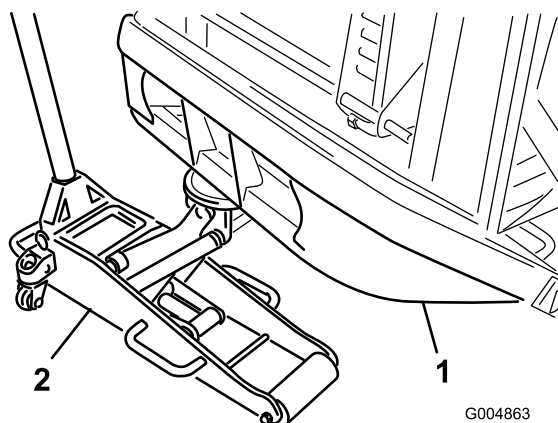

Figura 23
2. Coloque un soporte debajo de cada motor de rueda y un gato debajo del parachoques trasero (Figura 23), o eleve la máquina con un polipasto.